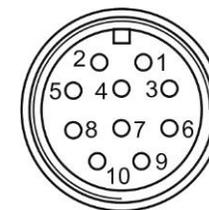

Рисунок 2.12 – Расположение контактов вилки 2РМГ22-10 (ШР22-10)
2.3.4.7. Для подключения релейных цепей сигнализации используются 10-ти контактные разъемы типа 2РМГ22-10 (ШР22-10) (см. рисунок 2.12).